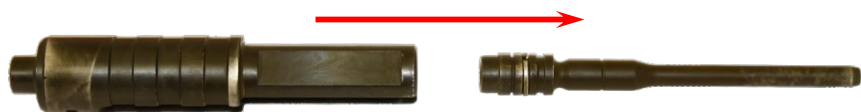

Рис. 13
- Выньте ударник из втулки (Рисунок 13).